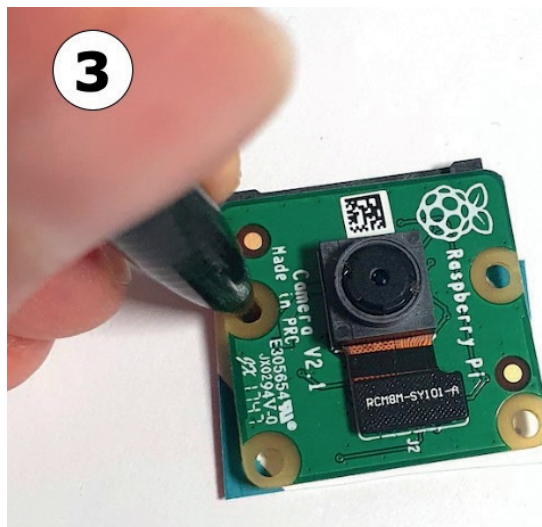

Рис. 13.4. Разметка положения винтов
3. Ручкой или карандашом отмечаем на картоне места отверстий для винтов камеры, как показано на рис. 13.4. Затем берем остроконечный инструмент (например, острие крестовой отвертки или циркуль) и на твердой поверхности проделываем отверстия в отмеченных местах.